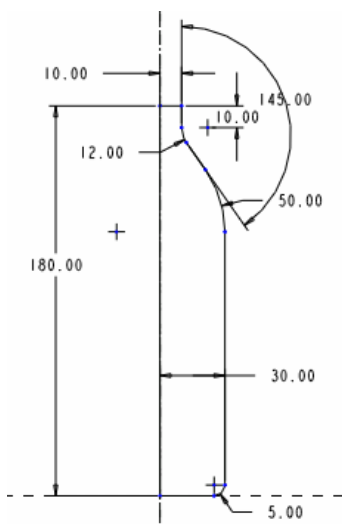

图 34-3
- (1) 单击特征工具栏中的 ，打开旋转特征操控板。
- (2) 单击草绘截面按钮 ，系统显示【剖面】对话框。选择 FRONT 基准面为草绘平面，RIGHT 基准面为参照平面，接受系统默认的视图方向。
- (3) 单击【草绘】，进入草绘工作环境，如图 34-3 所示绘制旋转中心线和旋转截面。